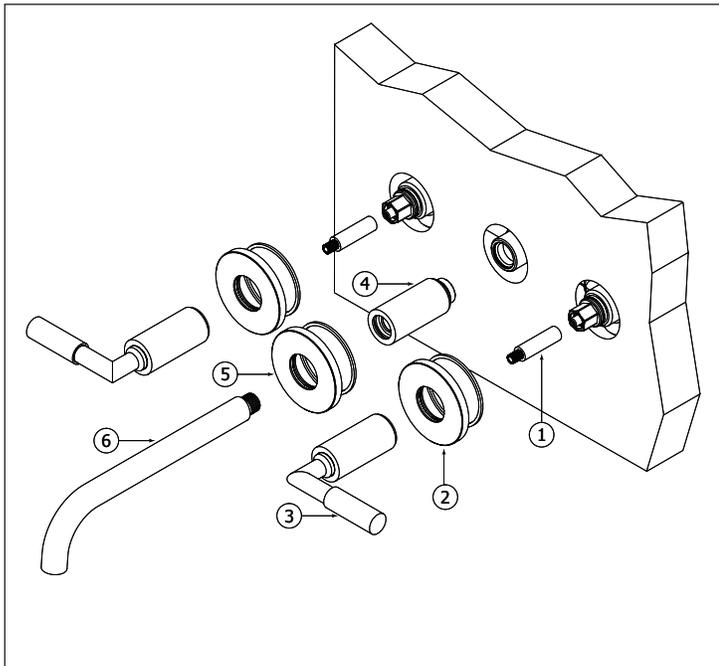

Fig.3
First install the base of the spout (4) , it must be screwed "all-the-way in". Slip the decorative escutcheon (5) in place fig.3. Then screw the spout (6) until you encounter some resistance. Continue turning until the spout faces straight down.
Installez d'abord la base du bec (4) , elle doit être vissée "à fond". Glisser l'écusson décoratif (5) en place fig.3. Ensuite, vissez le bec (6) jusqu'à ce que vous rencontriez une résistance. Continuez à tourner jusqu'à ce que le bec soit orienté vers le bas..
Then, with the COLD decorative handle in place, simply rotate it until lines up to an ideal position. To achieve the same result with the HOT decorative handle you will need to first rotate it farther than the full "on" position before returning it to line-up horizontally. Fig.3. Re-tighten the cartridge bonnet see fig.3
Ensuite, avec les poignées décoratives en place, ajuste la poignée froide directement. Pour la chaude, commencer par ouvrir la cartouche au-delà de la verticale avant d'abaisser la poignée dans une position parfaitement horizontale. Fig.3. Finir en vissant le bonnet de la cartouche.